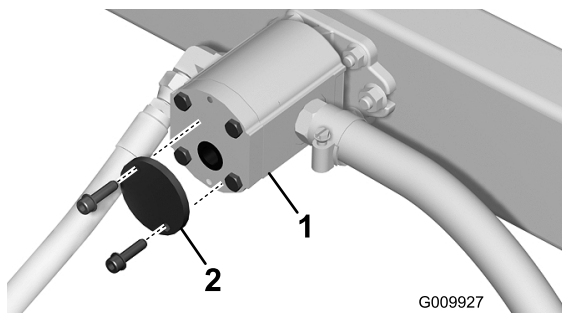

Рисунок 4
1. Тщательно очистите место вокруг торцевой крышки гидравлического насоса для предотвращения попадания грязи в насос (Рисунок 4).
2. Выверните два болта крепления торцевой крышки к гидравлическому насосу и снимите торцевую крышку (Рисунок 4).